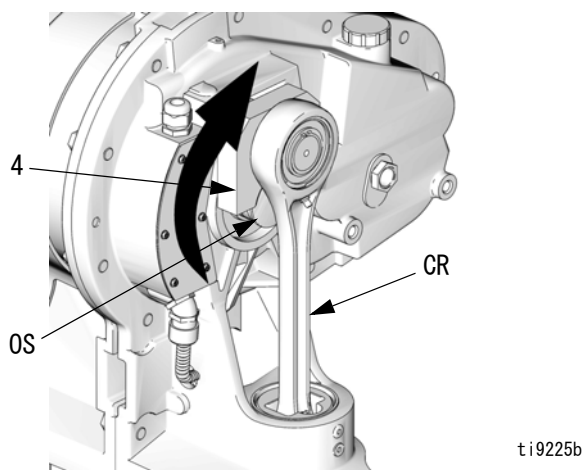

図 16. クランクアームの回転
10. 図 16 を参照してください。クランクアーム (4) を回転させて出力シャフト (OS) から取り外せるようにします。
11. クランクアーム / 接続ロッド / スライダーピストンのアセンブリ (CR) を引っ張り上げてシリンダから出します。
12. 古いベアリング (8) を取り外します。